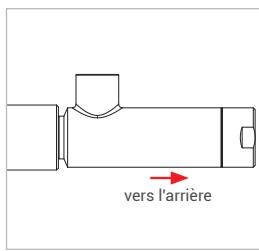

Figure 12
- ▶ Tirez légèrement sur le connecteur (flèche rouge *Figure 12*) dans le sens inverse du raccordement pour s'assurer de sa bonne fixation.